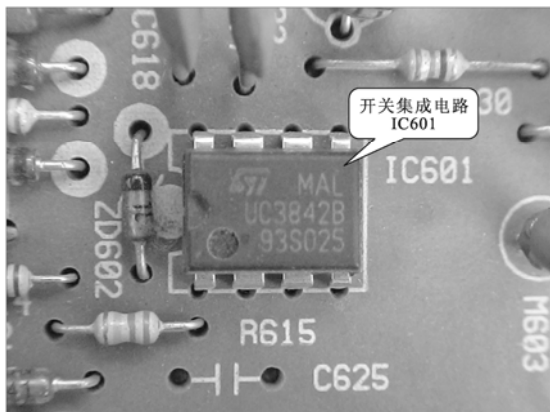

图 3-19 开关集成电路 IC601 的实物外形图
图 3-19 为开关集成电路 IC601 的实物外形图。图 3-20 为开关集成电路 IC601 的引脚焊点与电路对照图。由如图 3-20 所示可知，开关集成电路的⑦脚为电压输入端，⑥脚为电压输出端。若开关集成电路的输入端⑦脚有启动电压，而⑥脚却没有电压输出时，则表明开关集成电路损坏；当开关集成电路的输入端⑦脚有启动电压，而⑥脚也有电压输出时，则很可能是开关管 Q602 出现问题，从而导致开关电源不能工作的故障。